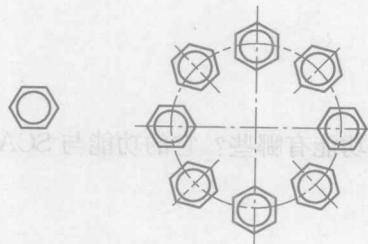

图 1-10
(7) 用 BLOCK 命令定义块,绘制如图 1-10 所示的图形。